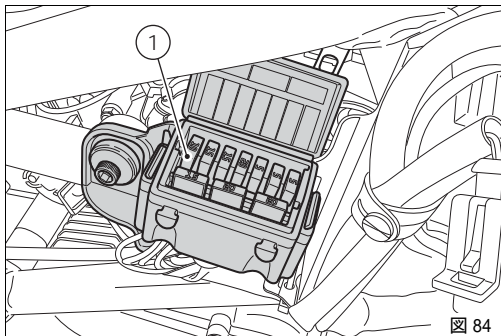

図 84
メインヒューズボックス (1、図 84) は右サイドパネルの下に配置されています (68 ページ参照)。プロテクションカバーを取り外すことでヒューズの交換が可能になります。ヒューズボックスの他にマスターヒューズ (2) がシート下部のバッテリーの前にあるコンタクター上に配置されています。